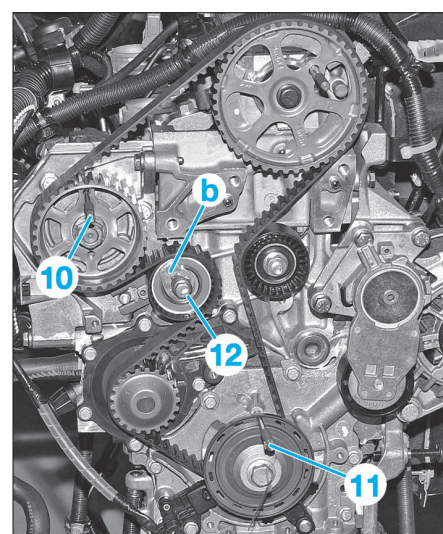

FIG. 30
- l'arbre à cames en (9) (Fig.30).
- la pompe haute pression en (10).
- le vilebrequin en (11).
- A l'aide d'une clé 6 pans insérer en (b), tourner dans le sens horaire le galet tendeur (12) puis desserrer sa vis de fixation.